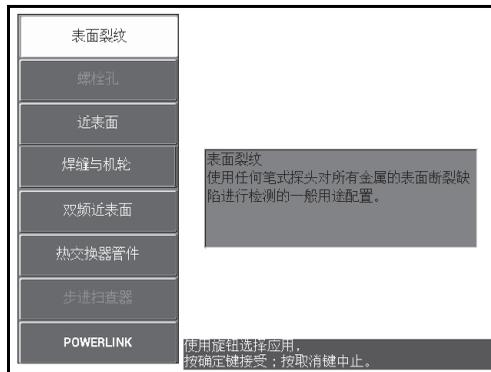

图 5-31 焊缝与机轮应用
2. 按一下高级设置菜单键（），然后选择**应用选择**（功能键 A），打开应用选择菜单。使用旋钮选择**焊缝与机轮**，然后按确定键（）接受（参见第 137 页的图 5-31）。